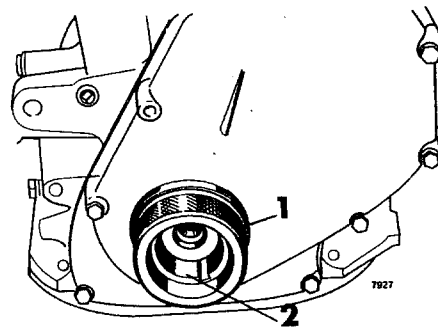

Fig 01-52. Centreringsav transmissionskåpa, B 18
- b. Centra kåpan, se fig 01-52. Vrid hylsan under fastdragningen och justera kåpans läge så att inte hylsan fastnar.